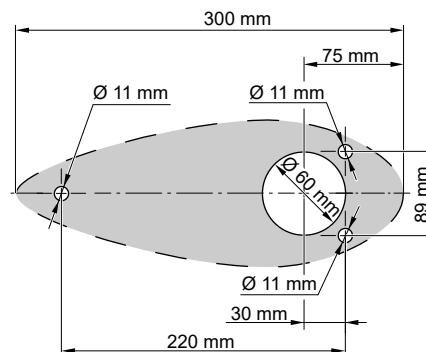

Fig. 7: Dimensiones
1. Perfore cuatro orificios para el montaje del Pod en el casco del barco, **véase "Fig. 7: Dimensiones"**. En caso necesario, emplee el bloque compensador adaptado como gálipo perforado.
2. Introduzca el bloque compensador (4) en la brida de montaje (5).